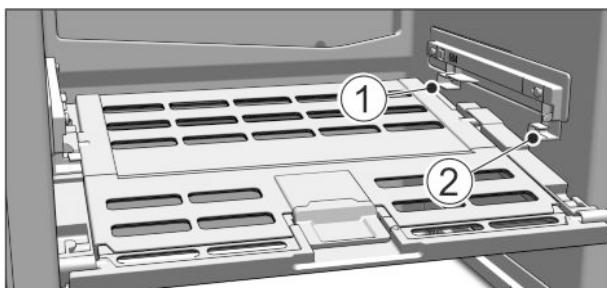

Fig. 48
- Umetanje poklopca ladice za voće i povrće: Uvedite zupce poklopca odozdo u stražnji držač Fig. 48 (1), a sprijeda umetnute u držač Fig. 48 (2) da uskoci.